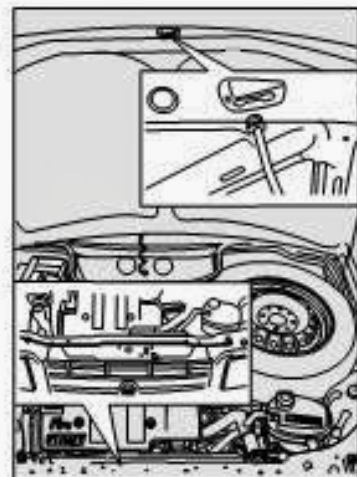

fig. 68
- 3) levantar o capô segurando-o pela parte central e, simultaneamente, soltar a vareta de suporte **fig. 68** do seu dispositivo de bloqueio;
- 4) introduzir a extremidade da vareta na abertura do capô do motor **fig.68**.
- 1) manter levantado o capô com uma mão e, com a outra, tirar a vareta **fig. 68** da abertura e repô-la no seu dispositivo de bloqueio;